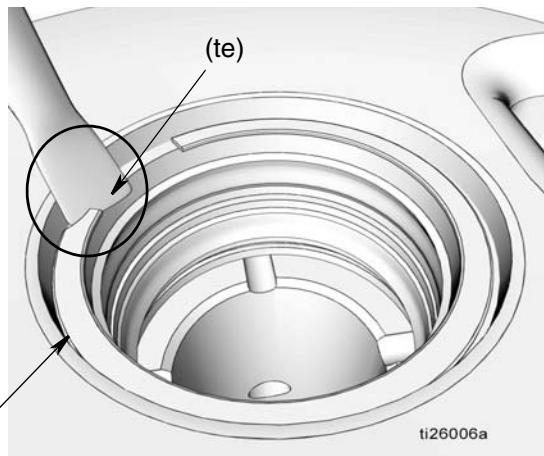

图 25
- a. 在固定环 (9) 的锥形缘 (te) 下转动小平螺丝刀的刃口，拆下环，如 图 25 所示。
- b. 拆下锥形垫片 (10)、密封 (11) 和垫片 (12)。
- c. 在固定环 (51) 的锥形缘 (fe) 下使用小平螺丝刀的刃口，拆下环，如 图 25 所示，拆下固定环。